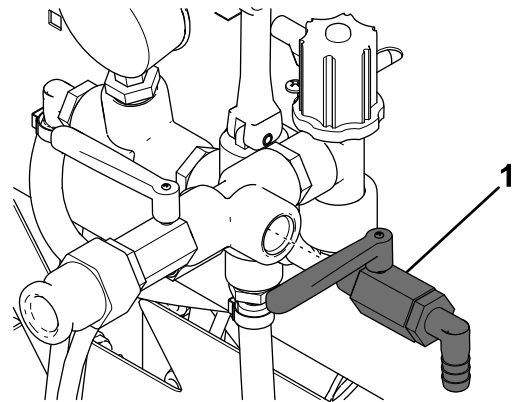

Bild 5
4. Tragen Sie Gewindegicherungspaste auf das Ende des Haupttankventils auf und befestigen Sie dieses an der Seite des Rückschlagventils (Bild 5).